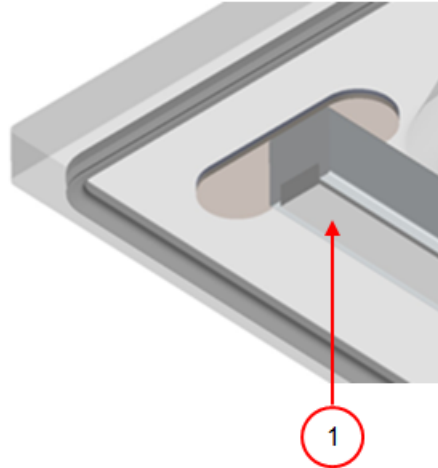

Abbildung 7: Austausch des Silikongummis der Silikonhalter
1. Ziehen Sie das alte Silikongummi vom Halter ab, vgl. *Abbildung 7: Austausch des Silikongummis der Silikonhalter* auf Seite 29.